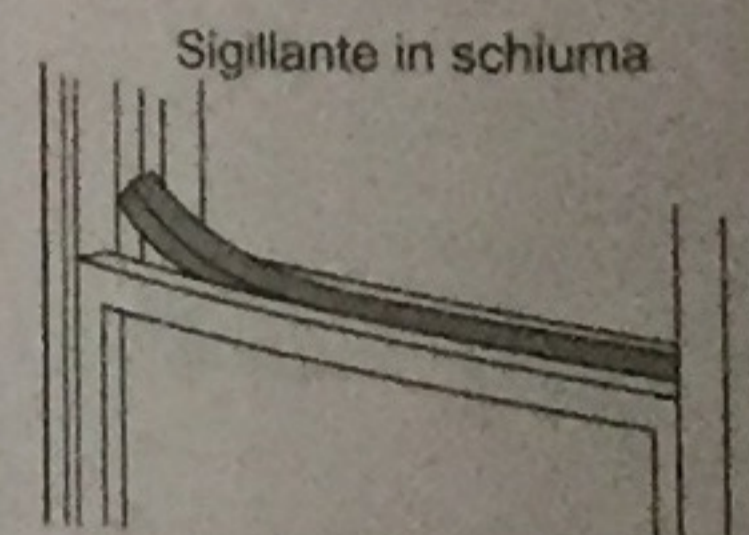

Fig.13
5. Tagliare il sigillante in schiuma della lunghezza adeguata e sigillare lo spazio aperto tra il telaio della finestra superiore + e quello della finestra esterna. Come mostrato in Fig.13.